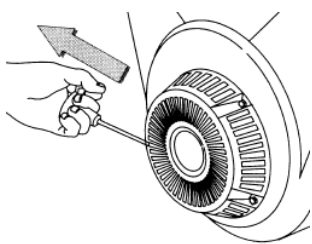

Рис. 2
- Придерживая генератор за ручку, резко с интенсивным усилием вытянуть трос стартера до упора (рис. 2), повторив действие несколько раз при необходимости. Если двигатель не запускается, следует изменить положение рычага воздушной заслонки, сдвигая его вправо тем больше, чем выше температура двигателя и окружающего воздуха.